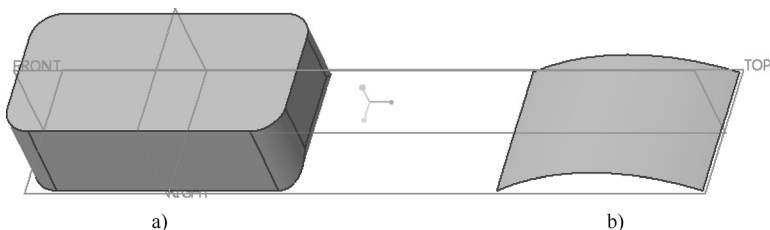

图 5-151 文件中的原始模型
1) 单击 $\square$ （打开）按钮，弹出“文件打开”对话框。从随书光盘中的“CH5”文件夹中选择“bc_5_py_3.prt”文件，单击“打开”按钮。该零件文件中的原始实体模型和开放式的拉伸曲面如图 5-151 所示。